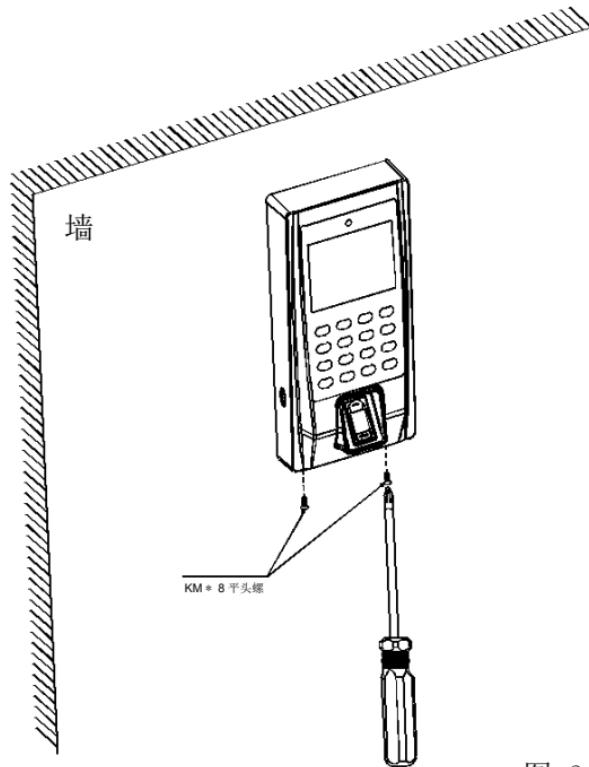

图 6-1
1、用螺丝刀 KM \*8 平头螺丝把指纹仪与安装板紧固即可，如图 6-1